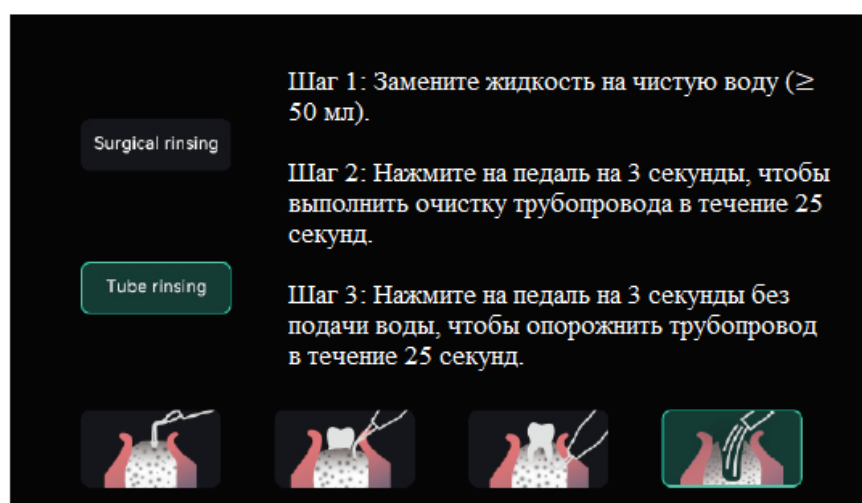
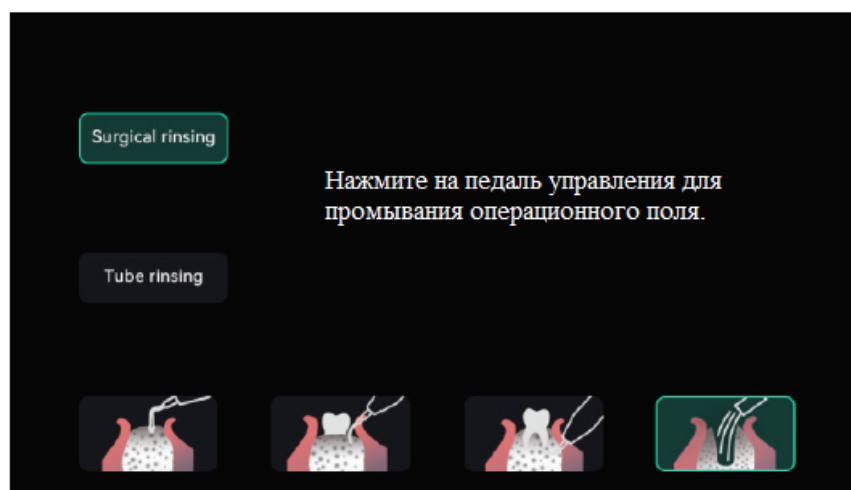

Рис.10
Рис.11
Как показано на Рис.10 и Рис.11, при выборе режима «Rinsing» в зеленой рамке устройство находится в режиме промывания. В этом режиме устройство выполняет только функцию подачи воды, ультразвуковые вибрации не выдаются. Режим разделяется на «Tube rinsing» (промывание трубок) и «Surgical rinsing» (хирургическое промывание).
Режим «Tube rinsing», показанный на Рис.10, используется для промывания магистрали чистой водой после операции; режим «Surgical rinsing», показанный на Рис.11, позволяет регулировать объем воды, выдаваемый при каждом нажатии на педаль.
7.1.2.4 Функция Tube rinsing (Рис.10)
7.1.2.5 Функция Surgical rinsing (Рис.11)